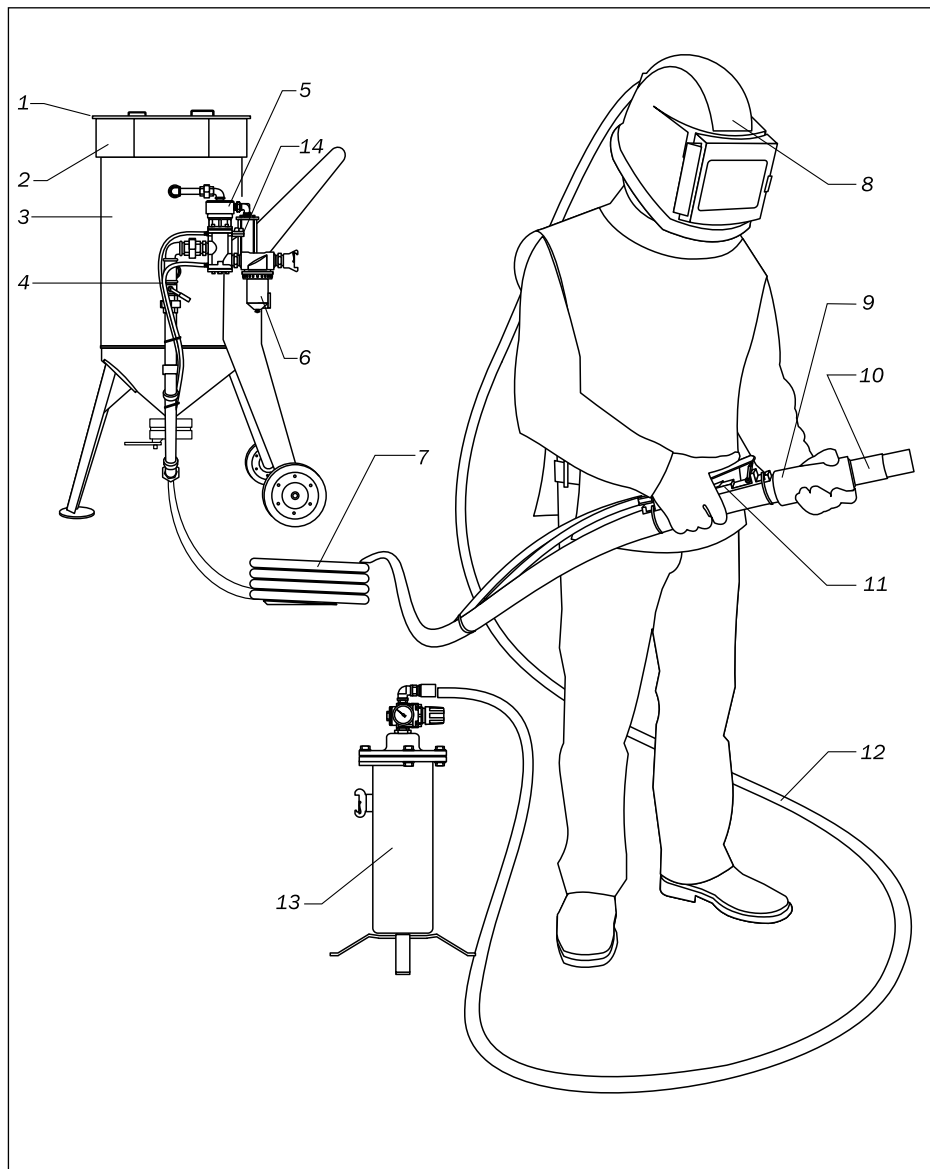

Рис. 2.1
◀ Рис. 2.1.
10. Открыть предохранительный шаровый кран 14 (рис. 2.1).
ВО ВРЕМЯ ПЕРЕРЫВА В РАБОТЕ ВСЕГДА ОТКРЫВАЙТЕ ПРЕДОХРАНИТЕЛЬНЫЙ ШАРОВЫЙ КРАН 14 (рис. 2.1) НА БЛОКЕ ДУ (НАПРОТИВ СИНЕЙ МАГИСТРАЛИ СДВОЕННОГО РУКАВА TWINLINE).